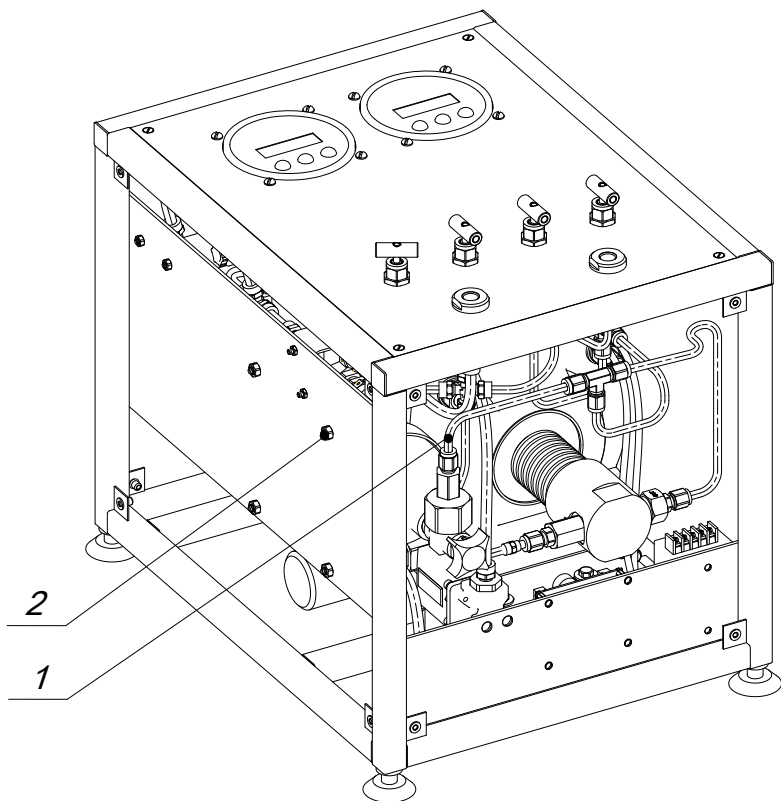

Рисунок 5 – Демонтаж аккумулятора давления
4.1.7 Демонтаж аккумулятора давления (баллона), необходим для проведения очередной аттестации (раз в 5 лет) или при неисправном клапане К5, производить в следующей последовательности (см. рис. 5):